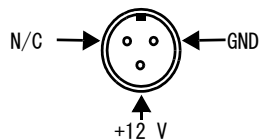

図 34. Hitachi 電源コネクタのピン配列
- Cognex ケーブル (P/N: 300-0266) の 3 ピンコネクタは、Tajimi Electronics のコネクタ (P/N: R03-JB3M) と同じです。電源は、Tajimi の R03-P3F または R03-PB3F を持つこのコネクタに接続できるものでなければなりません。図 34 は、これらのコネクタのピン配列を示しています。